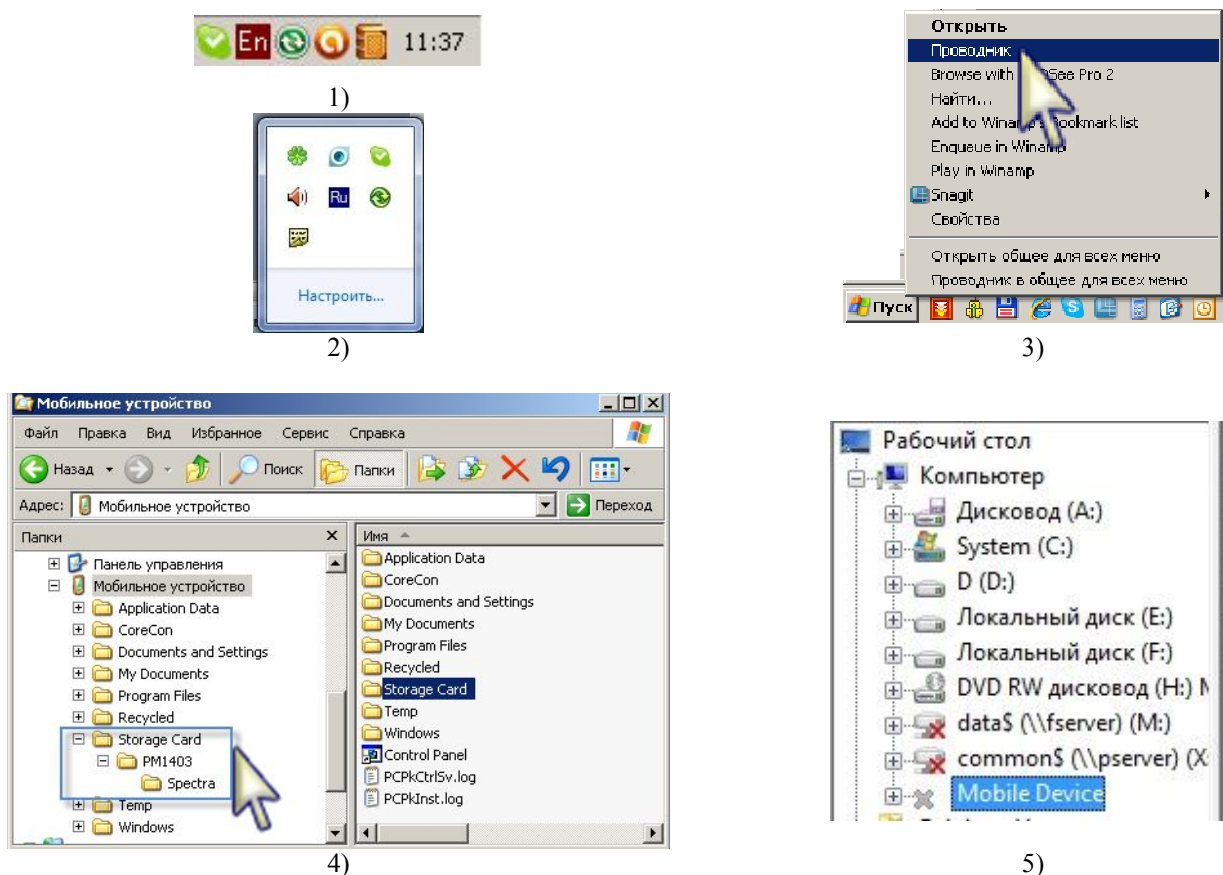

Рисунок 11.56
Для Windows XP: , рисунок 11.56 (1);
Для Windows Vista, Windows 7: , рисунок 11.56 (2).
Вызвать в ПК программу "Проводник". Для этого правой кнопкой мыши щелкнуть по кнопке **Пуск** и в открывшемся контекстном меню выбрать пункт "Проводник", рисунок 11.56 (3).
Для Windows XP, рисунок 11.56 (4);
Для Windows Vista, Windows 7, рисунок 11.56 (5).